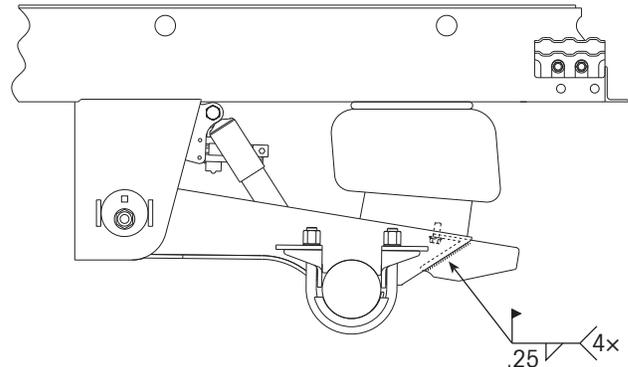

Figura 35. Detalles de soldadura de la extensión de la viga trasera (solamente kits SURELOK SLKM y SLKR)
8. Consultando los parámetros de soldadura en la página 63, suelde la extensión de la viga a las vigas de la suspensión con una soldadura de filete de ¼ pulg. (6mm) (figura 35).